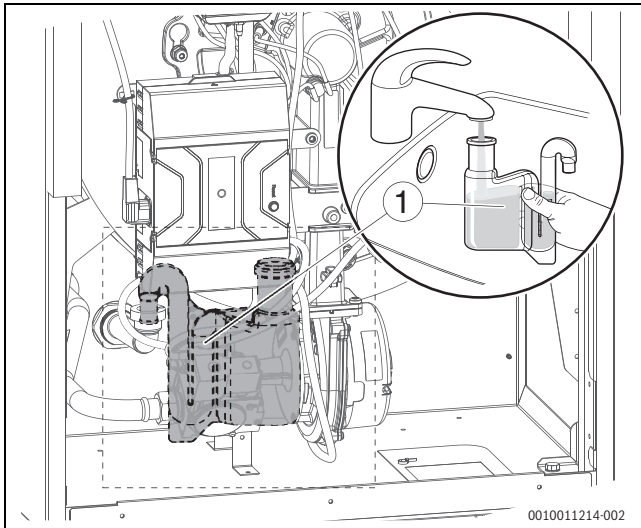

Bild 22 Position Siphon
- ▶ Siphon mit Wasser füllen (→Bild 22).